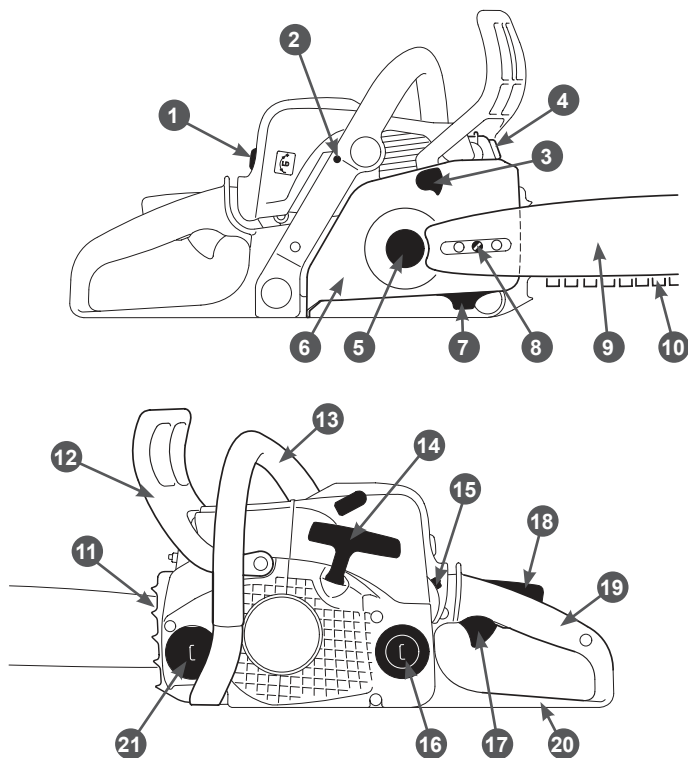

Рис. 1. Основные узлы и органы управления
Основные узлы и органы управления представлены на Рис. 1.
2. Установите на место и закрепите винтами зубчатый упор 11 так, как показано на Рис.1.